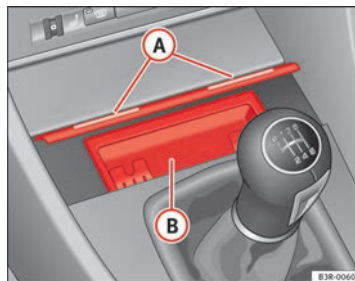

Abb. 133 Mittelkonsole: Geöffneter Aschenbecher ▶
- Tippen Sie den Aschenbecher an der Frontleiste **(A)** ⇒ Abb. 133 an.
- Fassen Sie den Aschereinsatz **(B)** ⇒ Abb. 133 an den seitlichen Griffmulden an und ziehen Sie ihn nach oben heraus.